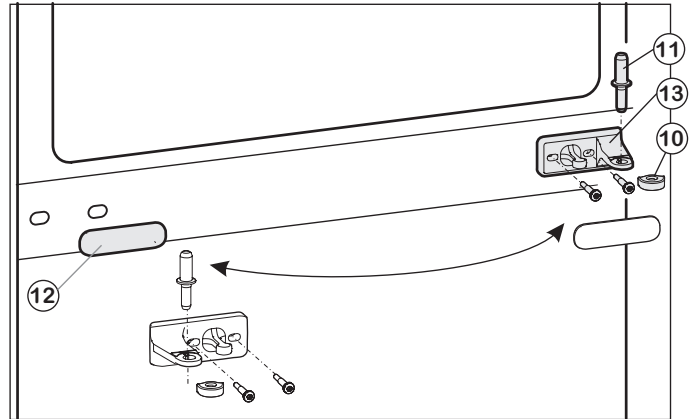
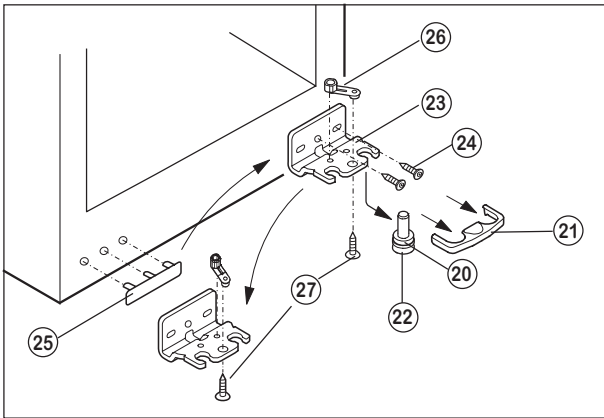

Fig. 2
Fig. 3
- Снимите пластиковый колпачок (10), рис. 2.
- Извлеките средний опорный палец (11), рис. 2.
- Снимите накладку (12), рис. 2.
- Открутите средний опорный кронштейн (13), рис. 2 и переставьте его с поворотом на 180° на новую сторону шарнира.
- Защелкните накладку (12), рис. 2 на стороне, где теперь будет ручка.
- Нижнюю крышку (21), рис. 3 снимите движением вперед.
- Извлеките опорный палец (22), рис. 3 движением вниз и вперед.
При этом следите за гнездом шарнира (20), рис. 3.
- Открутите опорный кронштейн (23), рис. 3 (2 x Торх 25), поз. (24), рис. 3.
- Открутите опорную деталь (26), рис. 3 (1 x Торх 25), поз. (27), рис. 3 и, переставив в отверстие на противоположной стороне, снова прикрутите.
- Снимите и переставьте накладку (25), рис. 3 со стороны ручки.
- Снова прикрутите опорный кронштейн (23), рис. 3 на новой стороне шарнира через внешний продольный паз и круглое отверстие.
- Установите дверцу сверху на нижний опорный палец (22), рис. 3.
- Вставьте средний опорный палец (11), рис. 2 на новой стороне шарнира через средний опорный кронштейн (13), рис. 2 в нижнюю дверцу.
- Снова наденьте пластиковый колпачок (10), рис. 2 с поворотом на 180° на средний опорный кронштейн (13), рис. 2.
- Установите верхнюю дверцу на средний опорный палец (11), рис. 2.
- При необходимости выровняйте дверцы через два продольных паза в нижнем опорном кронштейне (23), рис. 3 и среднем опорном кронштейне (13), рис. 2 параллельно корпусу устройства, затем затяните винты.
- Снова защелкните крышку (21), рис. 3.